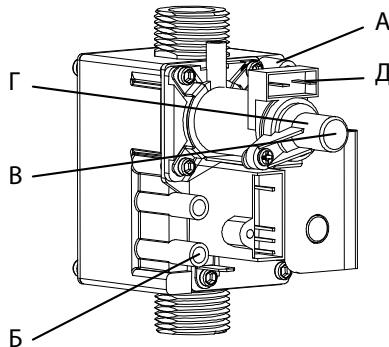

рис.22
- открутите винт на штуцере (Б, рис. 22) и присоедините к штуцеру (Б) манометр;
- открутите винт на штуцере (А) (рис. 22) и присоедините к штуцеру (А) манометр;
- отсоедините манометр и закрутите винт на штуцере (А) (рис. 22).